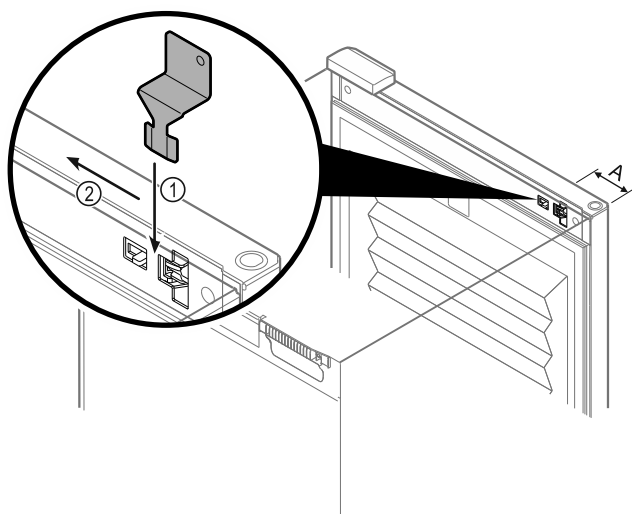

Fig. 146
- Umiestnite kľúč na núdzové odomknutie na zadané miesto Fig. 146 (A) ≈ 100 mm.
- Zasuňte zhora kľúč na núdzové odomknutie medzi dvere a teleso zariadenia až na doraz Fig. 146 (1).
- Vytiahnite kľúč na núdzové odomknutie smerom k strane závesu Fig. 146 (2).